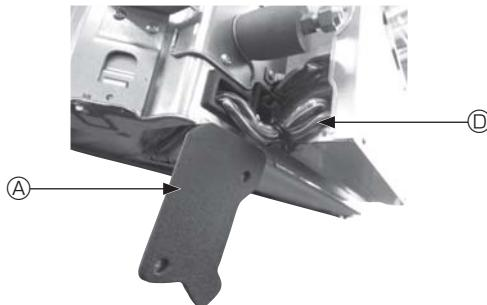
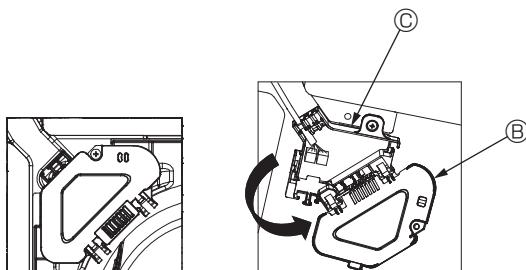

Fig. 4-4
Fig. 4-5
- ① Fjern de to skruene som fester ledningsdekselet på hovedenheten, og åpne dekselet.
- ② Legg ledningene for i-See-sensoren og signalmottakeren gjennom ledningsinnløpene i den elektriske komponentboksen, som vist i diagrammet, og rundt gjennomføringene på siden av hovedenheten. (Fig. 4-4)
- ③ Når du legger opp ledningene, åpner du klemmen som fester gitterets koblingsledning, og fester den og kablene til i-See-sensoren og signalmottakeren med klemmen.
- ④ Fjern den ene skruen som holder koblingsboksdekselet, og åpne dekselet. (Fig. 4-5)
- ⑤ Plasser koblingsledningens kontakten i koblingsboksen.
- ⑥ Installer ledningsdekselet og dekselet til kontaktboksen.